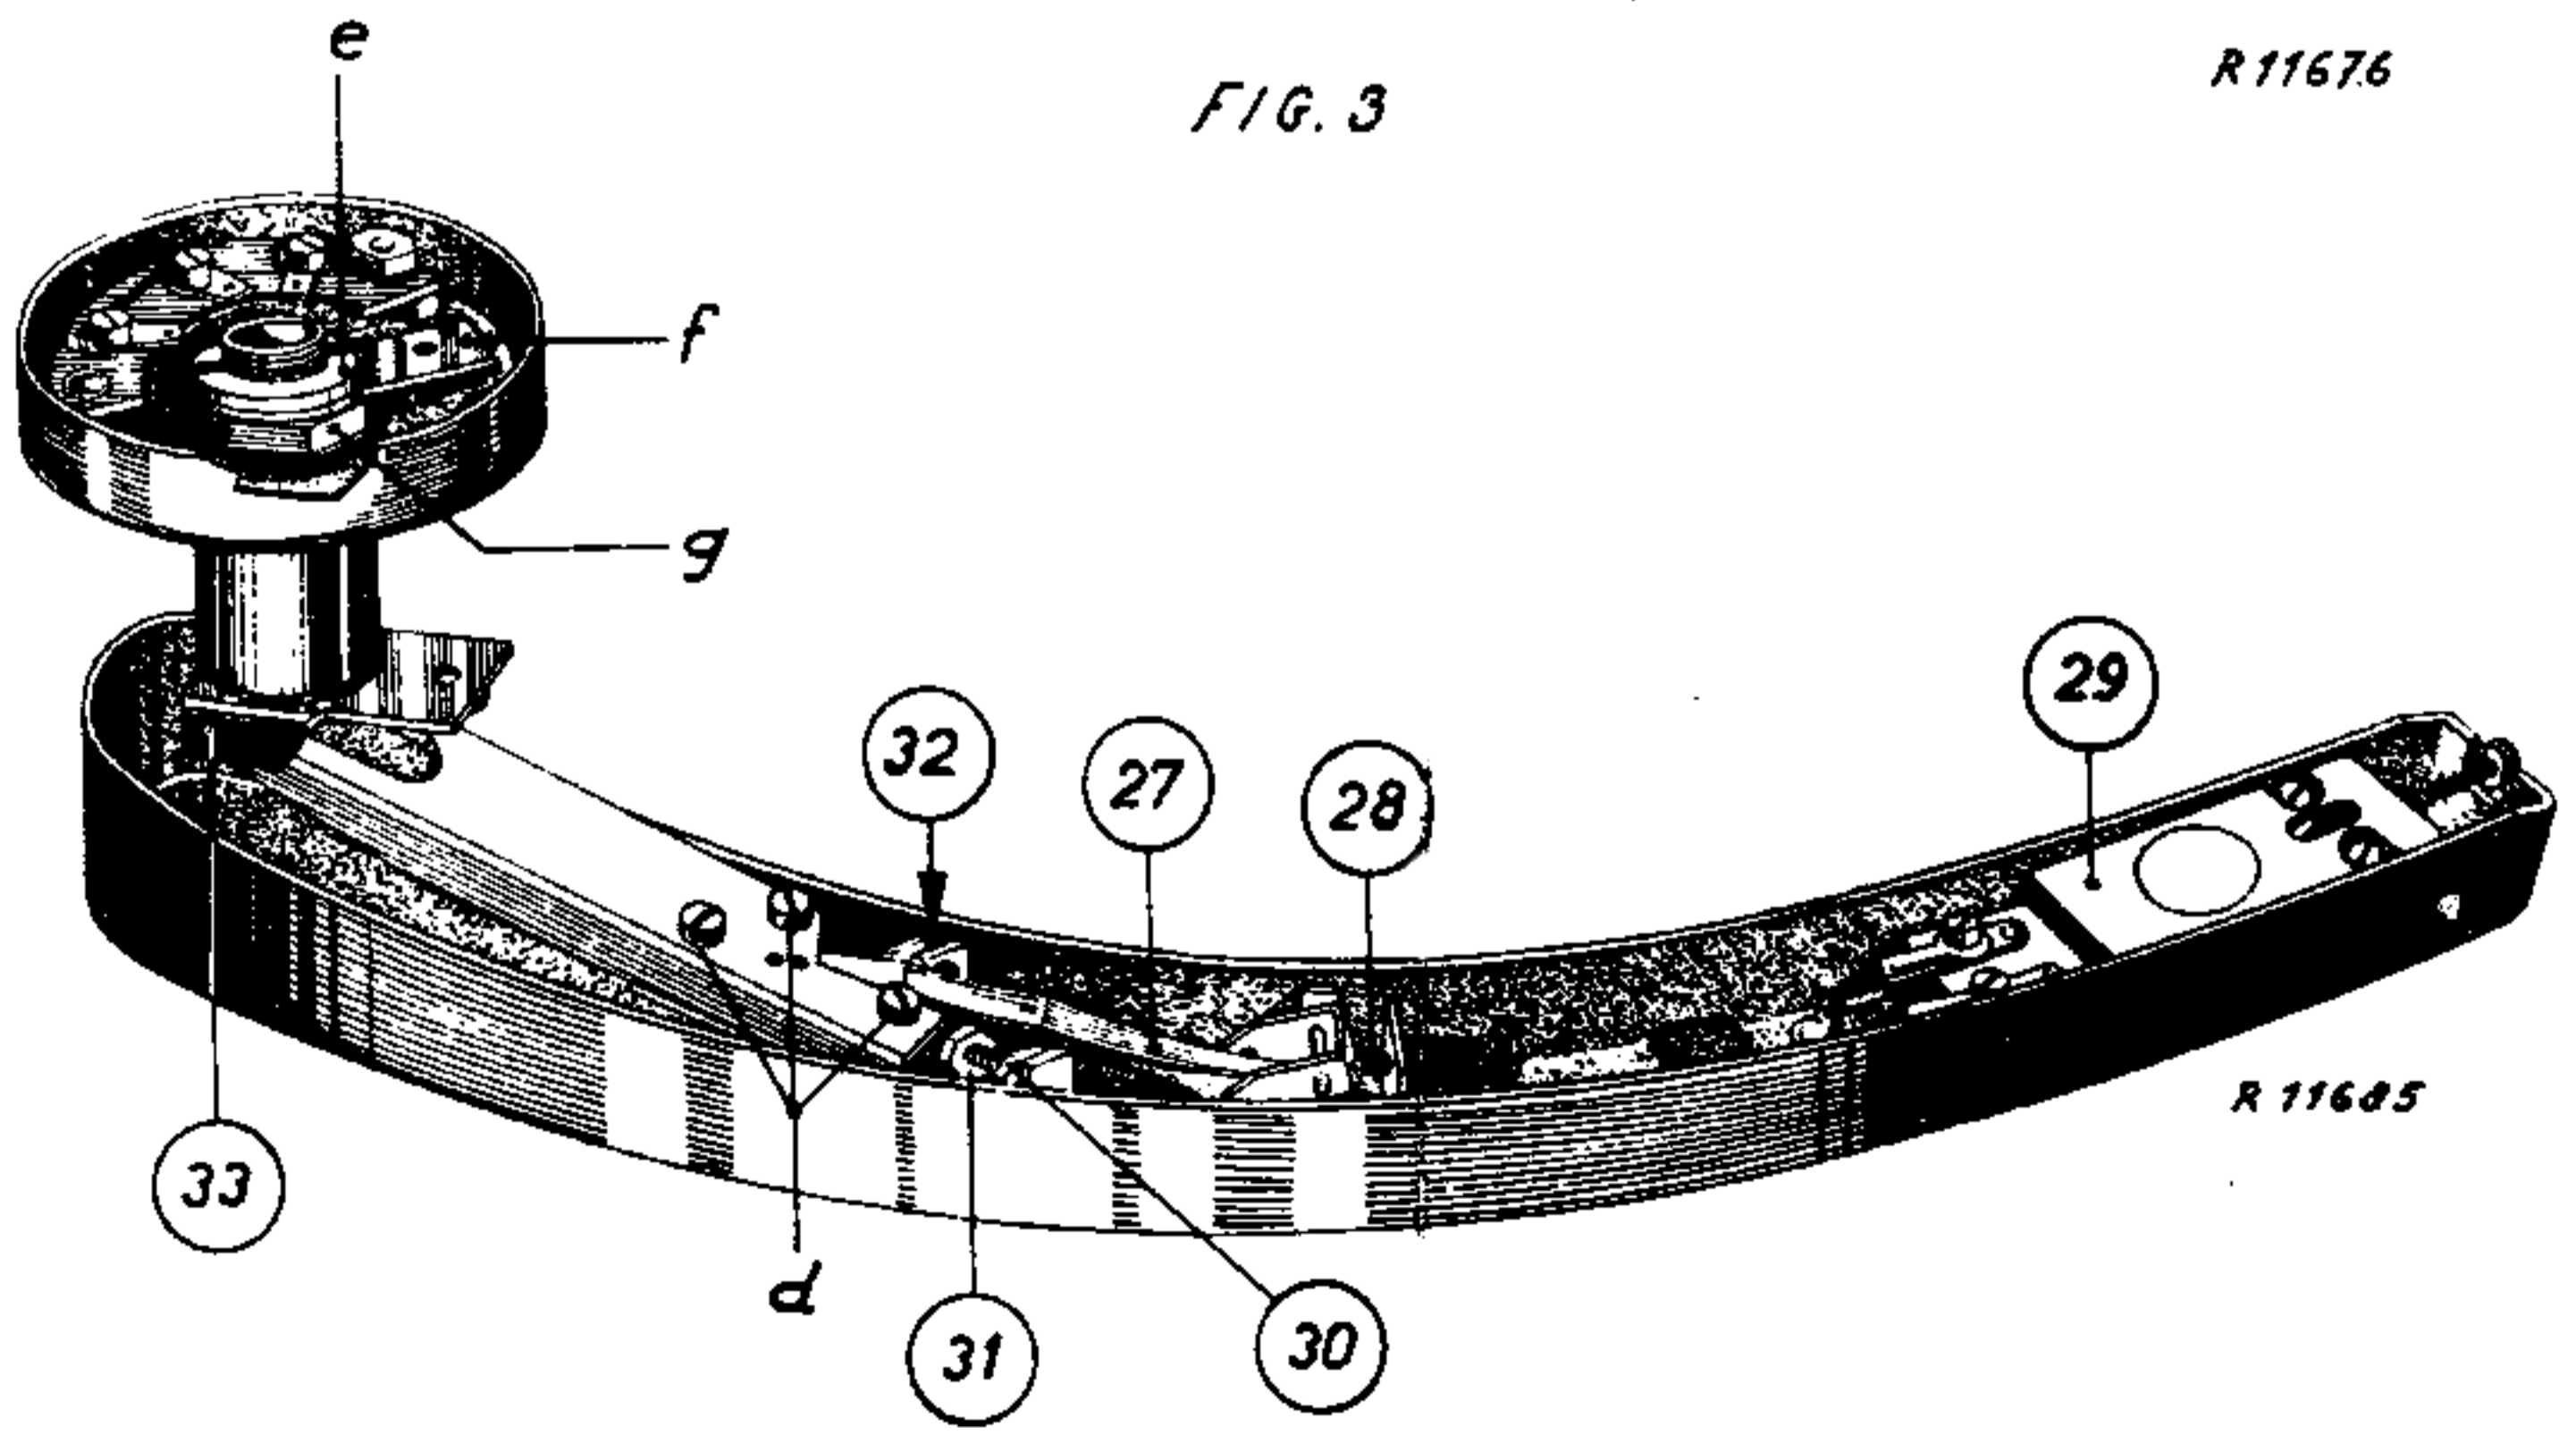

FIG. 2
GRAMOFOONOPNEMERARM (Uitwisselen van de veren pos.27, fig.2).
3. Oude veren (pos.27) verwijderen door de felsbusjes uit te boren.
5. Met stelschroef (pos.28) de veren zodanig instellen, dat de naalddruk 25 tot 35 gram bedraagt. Is voor dit meten geen instrument voorhanden, dan controleren op muziek.
SCHOONMAKEN VAN HET LAGER IN DE VOET VAN DE GRAMOFOONOPNEMERARM (zie fig.2).